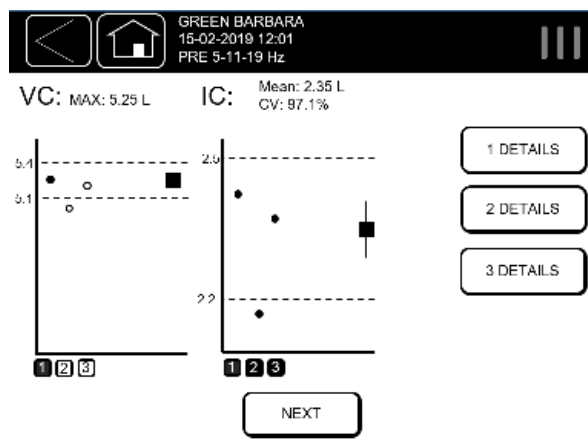
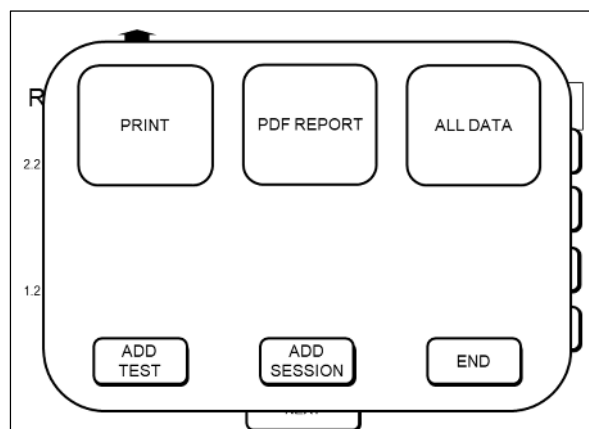

Figura 52 - Esempio di una sessione di volume di spirometria lenta
Figura 53 - Stampare o esportare i risultati di una sessione
I risultati di una sessione includono sia il riassunto dei parametri FOT misurati durante la sessione (Figura 52) sia i parametri della spirometria lenta, quando misurata (Figura 53).
L'esempio in Figura 52 mostra i risultati di una sessione che include tre manovre di spirometria lenta. La parte superiore dello schermo mostra i valori di Capacità Vitale Lenta (VC), la media (M) e il coefficiente di variazione intra-test (CV) della Capacità Inspiratoria (IC), calcolato in base alle misure selezionate. La VC massima e la media di IC sono rappresentati graficamente da quadrati pieni. Le misure selezionate per il confronto di questi valori sono rappresentate da cerchi pieni. Le linee tratteggiate rappresentano un'area di  $\pm 0.15$  L ( $0 \pm 0.1$  L se il parametro di volume è  $< 1$  L) a partire dalla VC massima o dalla IC media. E' possibile selezionare o deselezionare una misura premendo il tasto corrispondente al suo numero nella parte inferiore del grafico. La IC media, la VC massima e l'area di variabilità nei grafici si aggiorneranno di conseguenza.
Di default il volume VC selezionato ed evidenziato è quello di valore massimo (Figura 52). Riguardo la IC saranno selezionati in automatico i tre test più riproducibili. È possibile selezionare o deselezionare una misura premendo il pulsante corrispondente al numero di quest'ultima nella parte inferiore di ciascun grafico.
- Selezionare *SAVE* per salvare il test nella memoria interna del dispositivo. Se si decide di salvare il test, la schermata successiva consente di stampare il referto utilizzando la stampante USB PostScript collegata al dispositivo, esportare il referto del test in formato PDF, esportare tutti i dati (TUTTI I DATI), AGGIUNGERE una nuova misura alla sessione esistente (a meno che non sia stato raggiunto il limite massimo di cinque misure) o terminare le misurazioni (Figura 53).